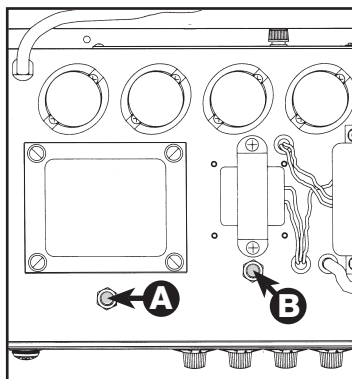

FIG. 1
- A. HUM BALANCE ADJUSTMENT** - Diese Regulierung minimiert das an den Lautsprechern hörbare Brummgeräusch, das durch ein Ungleichgewicht in den Glühfäden der Röhren verursacht wird. Nehmen Sie die Regulierung nach dem Auswechseln der Röhren vor. Regulierungsanleitung: Schalten Sie den Verstärker 2 Minuten lang EIN, wobei kein externes Gerät an den INPUTS angeschlossen sein darf. Drehen Sie die Regler VIBRATO CHANNEL - VOLUME, MIDDLE und BASS vollständig in Uhrzeigerichtung und den Regler TREBLE vollständig gegen die Uhrzeigerichtung. Drehen Sie alle NORMAL CHANNEL-Regler vollständig gegen den Uhrzeigersinn. Schalten Sie die Effekte REVERB und VIBRATO aus. Drehen Sie anschließend mit einem Schlitzschraubendreher den BALANCE ADJUSTMENT-Regler (siehe „A“ in ABB. 1) abwechselnd in beide Richtungen, und wählen Sie die Position, bei der die geringsten Brummgeräusche entstehen.
A. BALANCE ADJUSTMENT - この調整は真空管のフィラメントのアンバランスによる電気音を低下します。真空管を交換した際にこれで調整してください。調整手順**INPUTS**に何も指し込んでいない状態にし、アンプの電源を入れて、2分間待ちます。**VIBRATO CHANNEL - VOLUME - MIDDLE - BASS**のノブを時計方向にいっぱいまで廻し、**TREBLE**ノブを逆時計方向にいっぱいまで廻します。すべての**NORMAL CHANNEL**ノブを逆時計方向にいっぱいまで廻します。**REVERB**及び**VIBRATO**エフェクトをオフにします。**BALANCE ADJUSTMENT** コントロールにマイナス・ドライバを差込み (図1の『A』参照)、左右廻しながら最も雑音の少ない位置を確認します。